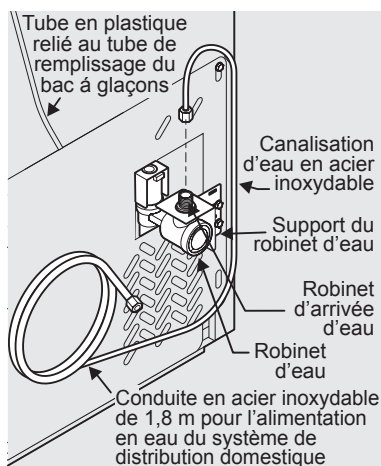

Figure 2
- 4 Répétez les étapes 2 et 3 pour installer la porte du réfrigérateur. Assurez-vous que les trous des vis de réglage sont vis-à-vis de la porte du congélateur. (Reportez-vous à la figure 2.)
- L'écrou et la bague d'extrémité sont déjà assemblés sur le tube. Glissez l'écrou de compression dans l'entrée du robinet et serrez l'écrou de compression à la main dans le robinet. Serrez d'un autre demi tour avec une clé; NE PAS serrer trop fort. Voir Figure 2.